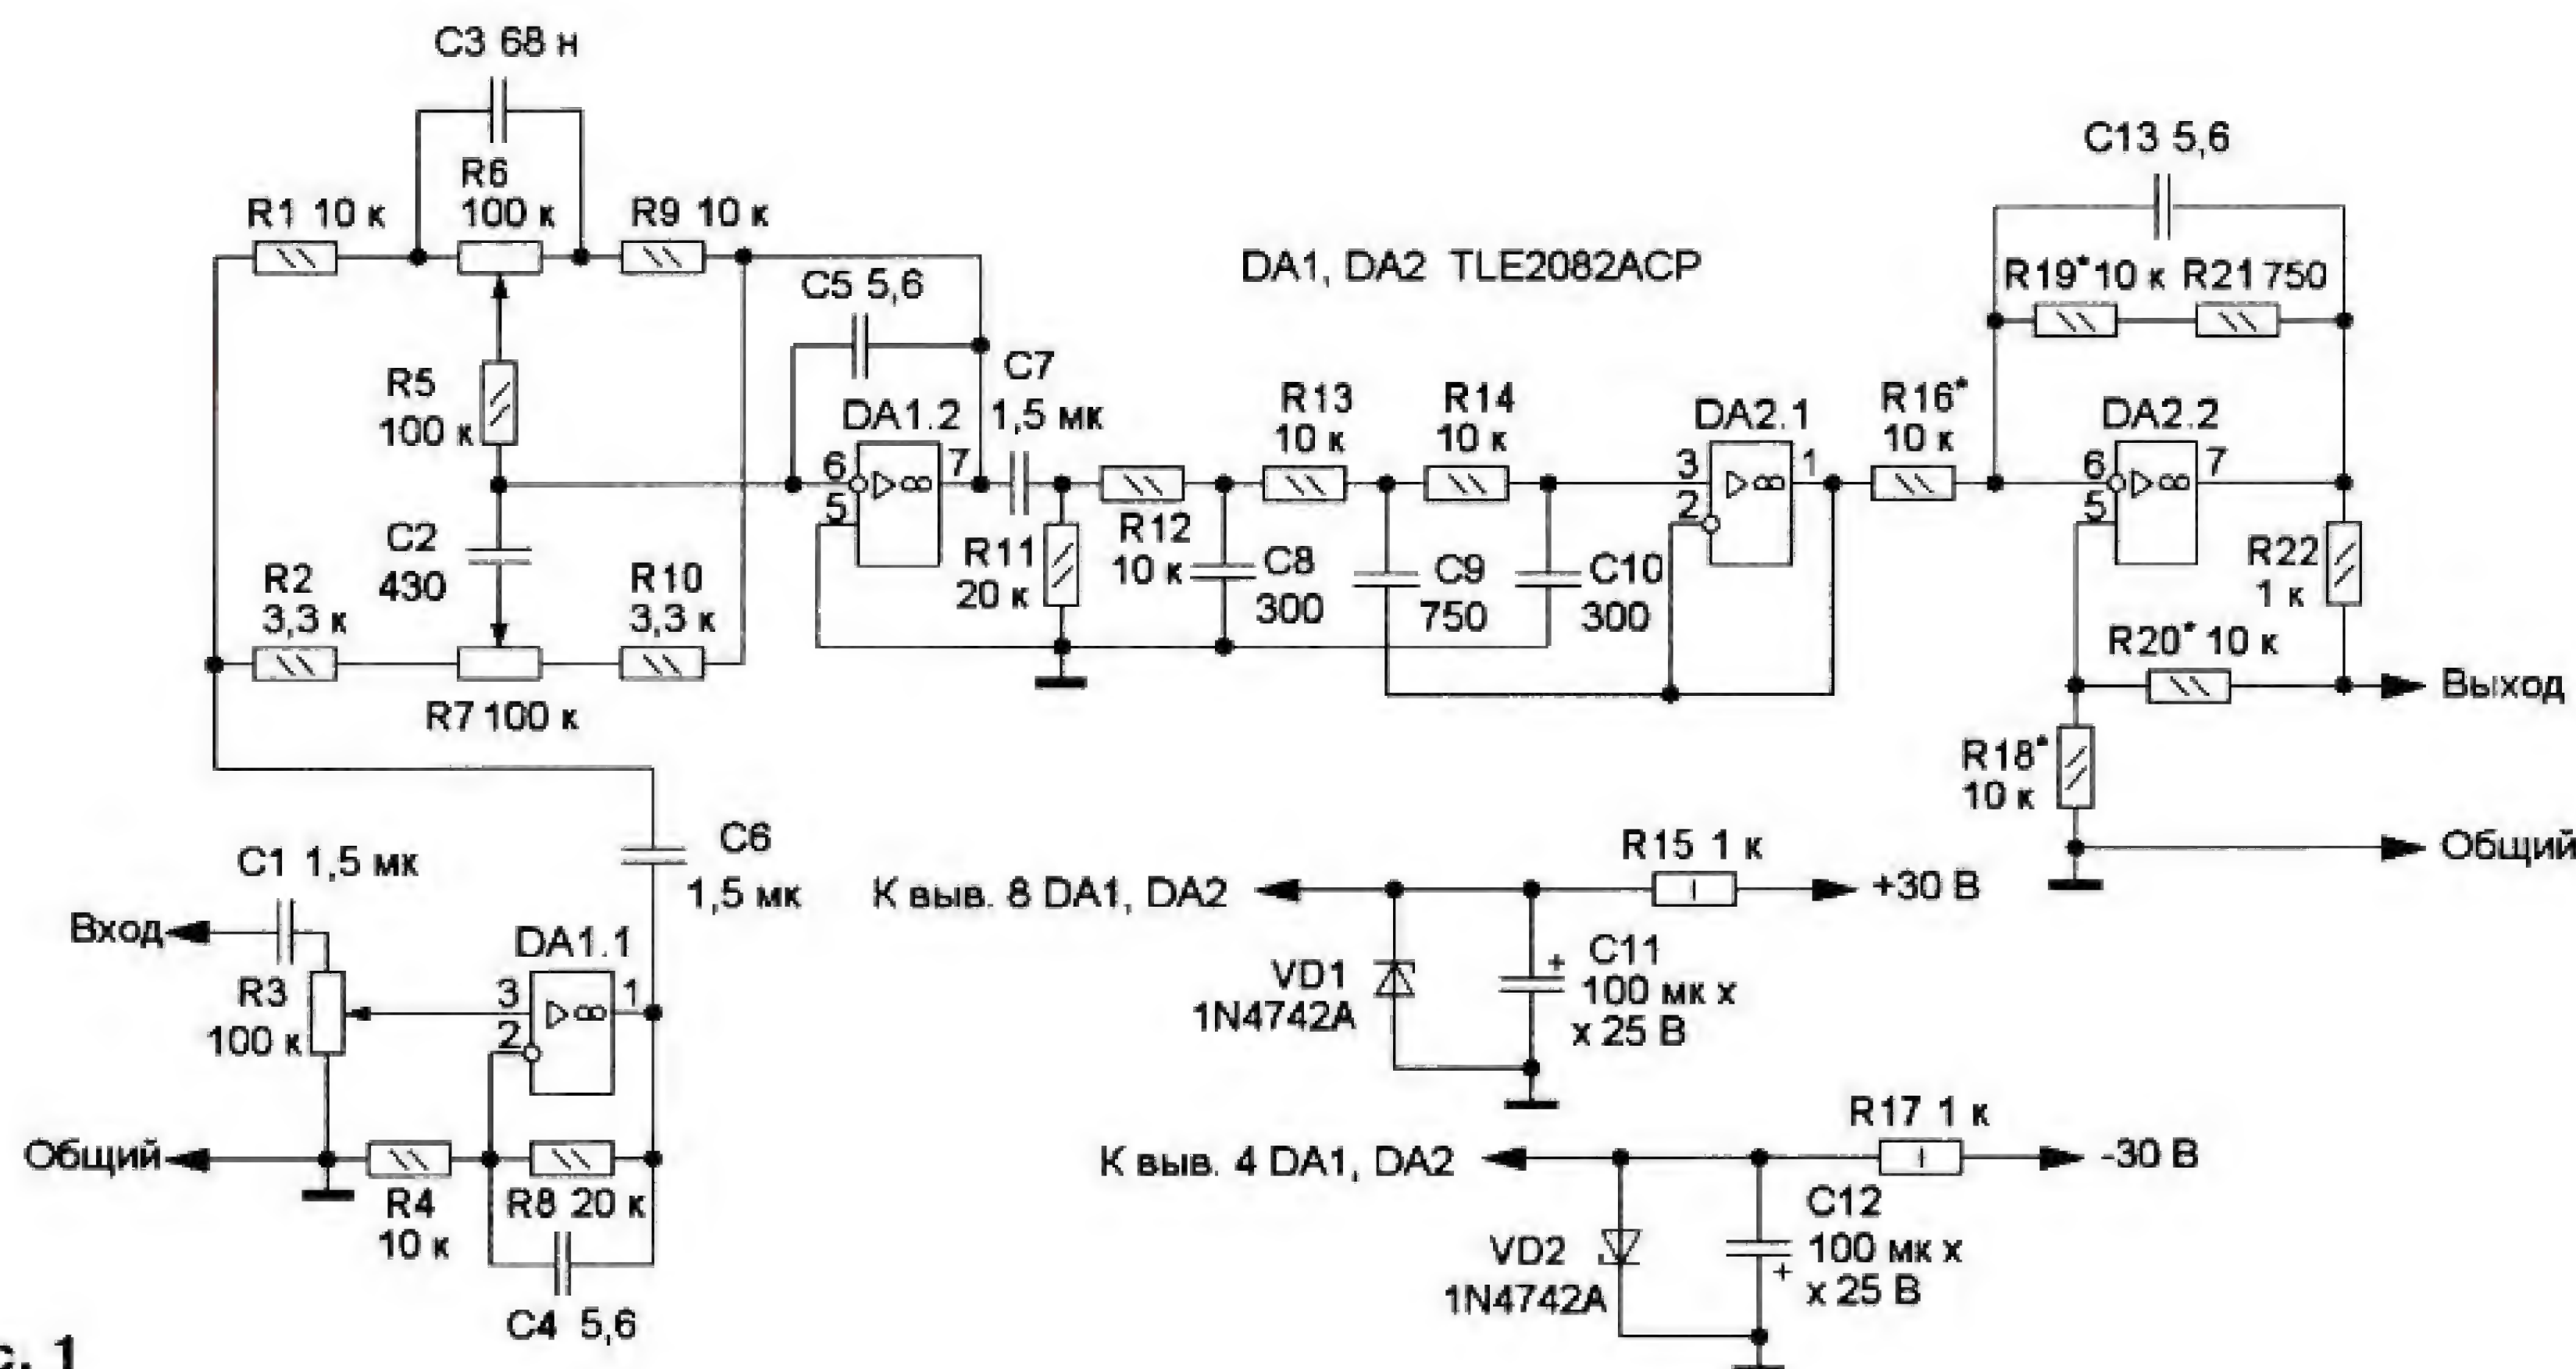

Рис. 1
**рис. 1.** Он собран на двух сдвоенных ОУ TLE2082ACP (DA1 и DA2) [2], являющихся дальнейшим развитием широко известного ОУ TL082. Устройство выполнено в стиле ламповой техники 70-х годов XX века, а именно в стиле разумного минимализма. Простейшим регулятором громкости являет-